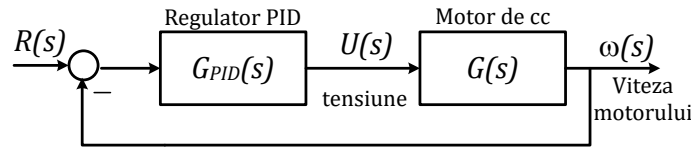

Figura 5: Sistem de control în buclă închisă
2. Se consideră un sistem de control cu reacție negativă unitară ca în Figura 5 cu un regulator PID ideal și procesul $G(s)$. Funcția de transfer a regulatorului PID este:
- Implementați în Simulink schema din Figura 5. Blocul PID se găsește în biblioteca Continuous.